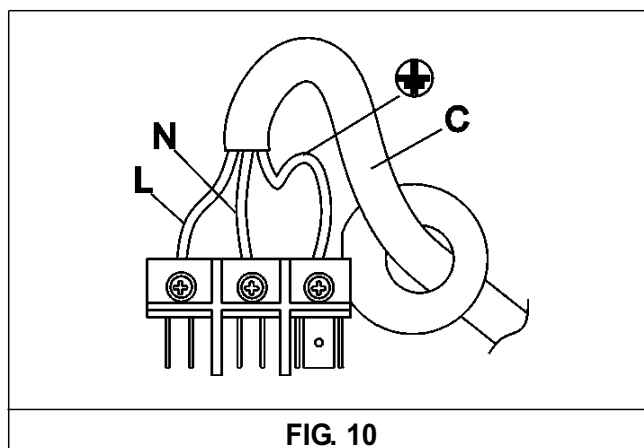

FIG. 10
- Si l'appareil n'est pas doté du câble d'alimentation, reliez un câble de section adéquate (voir tableau, paragraphe 6) à une boîte à bornes en vous assurant que le conducteur de mise à la terre est plus long que les conducteurs de phase et en suivant le schéma, fig. 10.
- montez (si besoin est) une fiche normalisée sur le câble d'alimentation "C" en vous assurant qu'elle est adaptée à la charge indiquée sur l'étiquette signalétique. Branchez les conducteurs en suivant le schéma, fig. 10 et en respectant les indications suivantes: